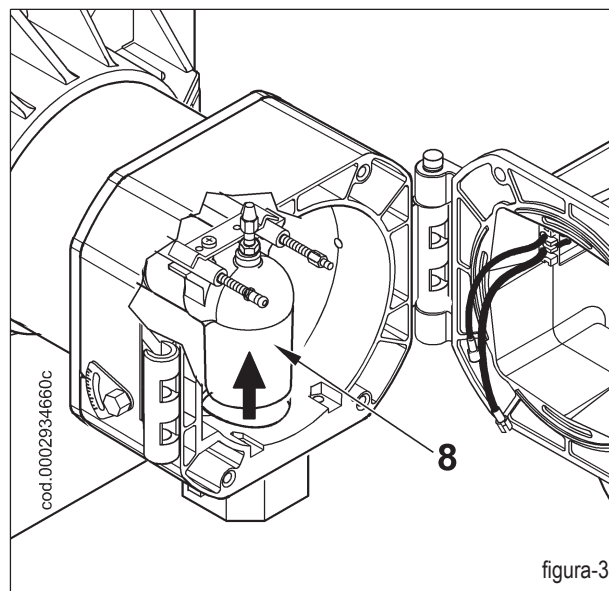
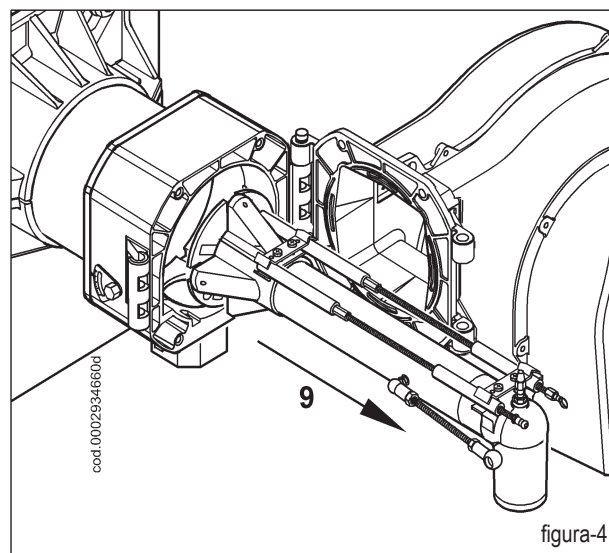

figura-3
figura-4
Dopo aver sfilato i cavi di accensione e ionizzazione (3) dai terminali dei rispettivi elettrodi, svitare completamente il dado (4) e avvitarla vite (5), facendola avanzare all'interno del raccordo mandata gas (8) di figura 3 per un tratto sufficiente a garantire il successivo smontaggio del gruppo miscelazione.
Sollevarlo leggermente il raccordo mandata gas (8) (figura 3). e sfilare l'intero gruppo miscelazione nella direzione indicata dalla freccia (9) di figura 4. Completate le operazioni di manutenzione, procedere con il rimontaggio della testa di combustione, seguendo a ritroso il percorso sopra descritto, dopo aver verificato la corretta posizione degli elettrodi di accensione e di ionizzazione (vedi 0002934690).